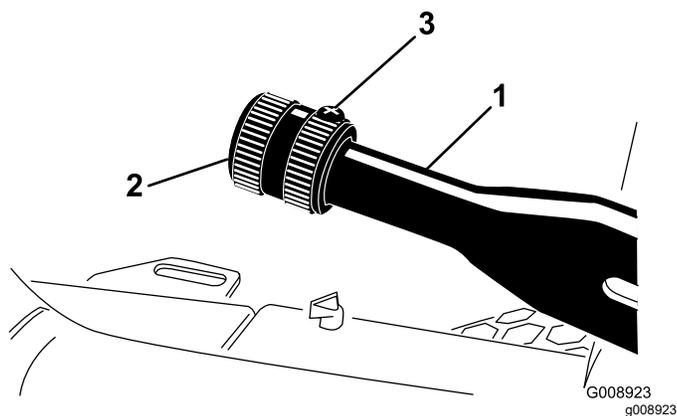

图 79
2. 松开将旋钮固定到手刹操纵杆上的固定螺丝 (图 79)。